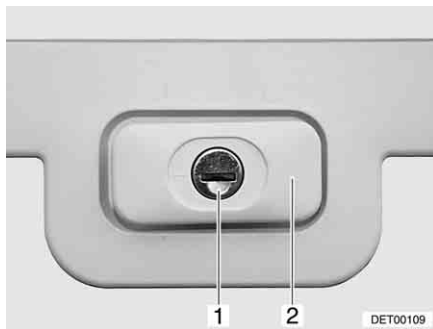

Fig. 35 Serrure du portillon, rectangulaire, fermée
- Insérer la clé dans le barillet (Fig. 35,1) et la tourner d'un quart de tour. La poignée de la serrure (Fig. 35,2) ressort.